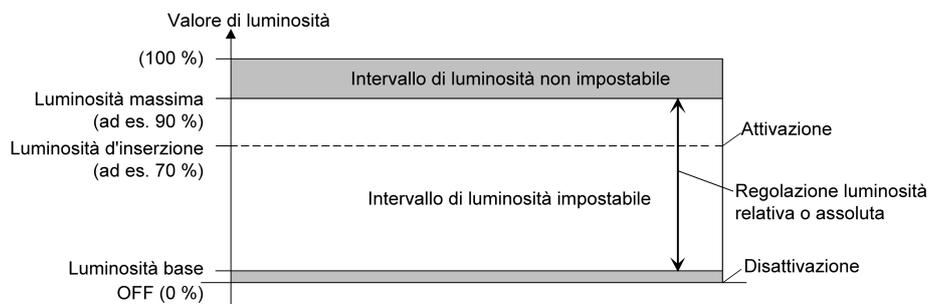

Figura 13: Esempio di un intervallo di luminosità con luminosità base
- Definizione del limite di luminosità inferiore con luminosità base (Vedi figura 13):